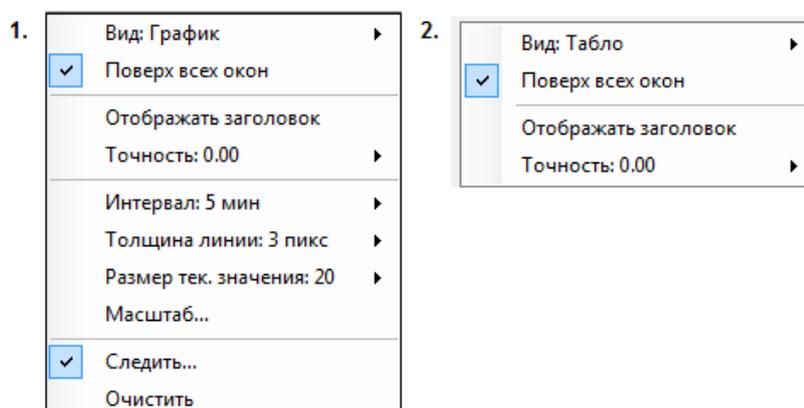

Рисунок 21 – Контекстное меню окна слежения
В зависимости от выбранной настройки, меню будет иметь вид, представленный на Рисунок 21.
- ✓ «Поверх всех окон» - позволяет расположить окно слежения поверх всех прочих открытых окон приложений. По умолчанию, функция всегда включена. Для ее отключения необходимо снять галочку у данного пункта контекстного меню (Рисунок 21).